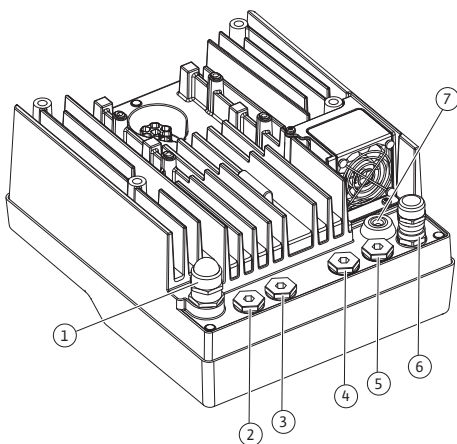

Fig. 19: Kabelverschraubungen/Kabeldurchführungen
4. Anschlusskabel durch die Kabelverschraubung M25 (Fig. 19, Pos. 1) führen. Kabelverschraubung mit vorgegebenen Drehmomenten festdrehen.